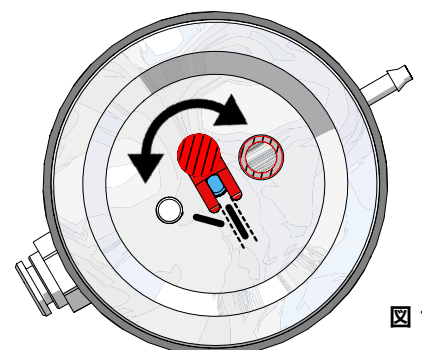

図 12
- ⇒25 ~ 70  $\mu\text{m}$ のブラストタンクと一致するように、流入ノズルをを調節しなければなりません (図12) !